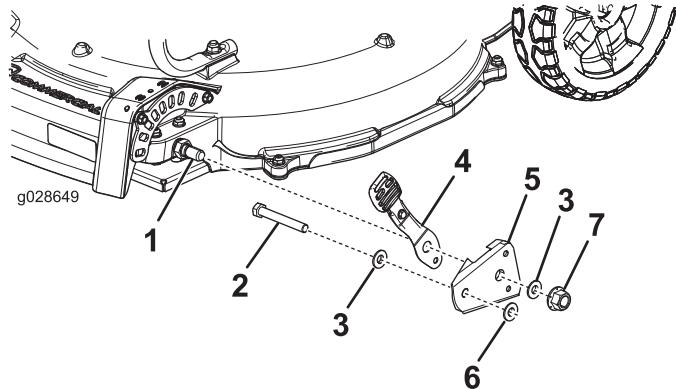

Figura 2
2. Retire la contratuerca que fija el brazo del muelle y el brazo de pivote delantero a la máquina (Figura 2).
3. Retire el espaciador de rueda, el brazo de pivote delantero, el brazo del muelle, el perno (3/8 x 2-3/4 pulgadas) y las 2 arandelas Belleville (Figura 2).